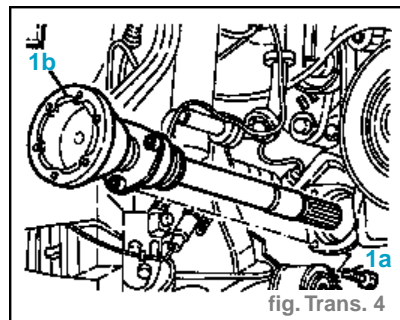

fig. Trans. 4
- Desserrer les vis (1a) et enlever le demi-arbre intermédiaire (1b). (fig. Trans. 4)